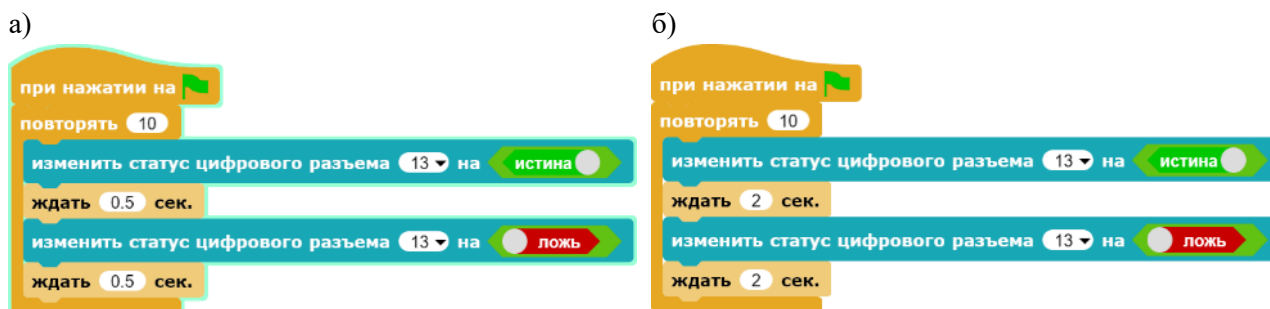

Рис. 2. Светодиод мигает с большей (а) и меньшей (б) частотой
- чтобы изменить частоту мигания (рис. 2);